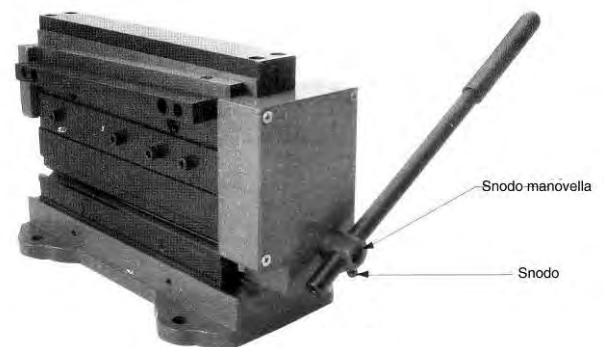

Figura 3 – Montaggio manovella
2. Inserire la leva (23) nello snodo fino alla scanalatura . Quando la scanalatura è centrata allo snodo, stringere il pomello . Vedi Figura 3.